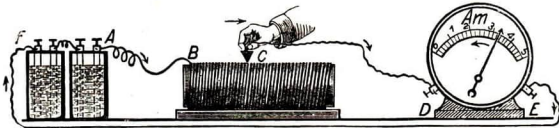
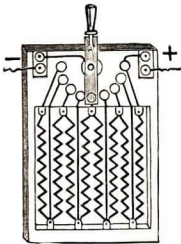

Abb. 366. Walzenrheostat
Abb. 367. Kurbelrheostat
**Vorversuch.** (Abb. 366.) Man schalte an eine Stromquelle ein Galvanometer und einen Vorschaltwiderstand, der gestattet, kürzere oder längere Drahtstücke in den Stromkreis einzuschalten. Ergebnis:
2. Ein Rheostat (Vorschaltwiderstand) ist eine Vorrichtung, um rasch mehr oder weniger Draht in einen Stromkreis einschalten zu können. Abb. 366 zeigt einen Walzenrheostat, Abb. 367 einen Kurbelrheostat.
Das *Ohmsche* Gesetz von der Stromstärke lautet (Abb. 366):
Je mehr Elemente man nimmt, desto größer wird der Ausschlag des Amperemeters (vgl. Abb. 366). Merke: Die Spannung im Element ist die **Triebkraft** aller elektrischen Bewegung.